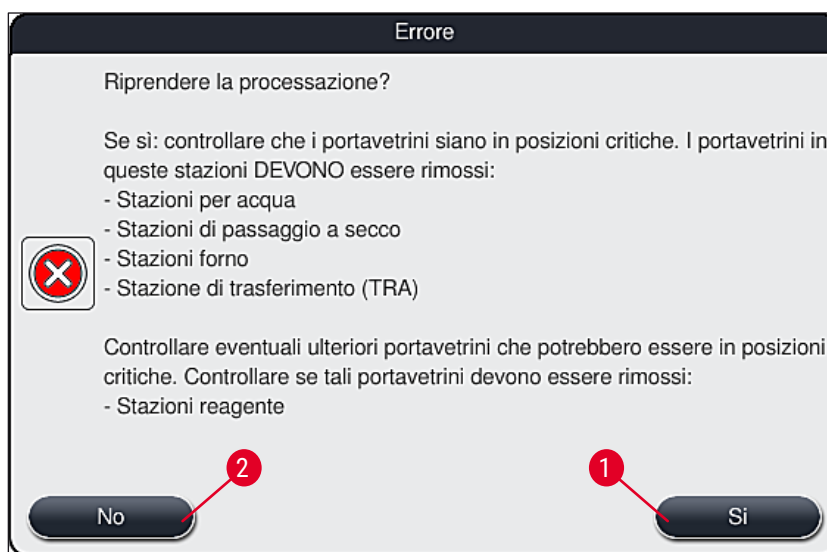

Fig. 108
4. Di seguito è possibile selezionare se ripristinare o meno il processo di colorazione (→ p. 132 – 8.2.2 Ripristino del processo di colorazione dopo un black-out) o annullarlo (→ p. 134 – 8.2.3 Annullamento di tutti i processi di colorazione dopo un black-out) (→ "Fig. 108").
2. Rimuovere dallo strumento i portavetrini critici, seguendo quanto indicato nel messaggio informativo precedente (→ "Fig. 108") e confermare la rimozione premendo la stazione corrispondente (→ "Fig. 109-1") sullo schermo.
È possibile annullare la cancellazione del processo di colorazione e il ritorno al menu di selezione precedente (→ "Fig. 108") premendo il tasto **Annulla** (→ "Fig. 110-2").